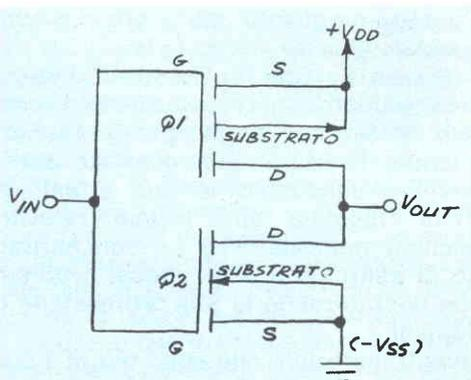

Fig. 1 - Porta CMOS basilare.
Perché i CMOS richiedono una corrente tanto bassa? La risposta è insita nella struttura del circuito CMOS stesso. Nella *fig. 1* è rappresentata una porta basilare CMOS (un invertitore). Si noti che una coppia complementare di MOSFET comprende l'invertitore (sebbene altri elementi logici CMOS siano più complessi, tutti usano MOSFET complementari; nella descrizione che segue sono esposte le caratteristiche essenziali della famiglia logica CMOS). Un MOSFET di esaltazione è normalmente all'interdizione presentando un'alta resistenza tra il collettore (D) e l'emettitore (S). Per portarlo in conduzione si deve applicare una tensione sufficientemente alta tra la base e l'emettitore.
Nel circuito della *fig. 1*, Q1 è un MOSFET a canale *p* e Q2 è un dispositivo a canale *n*; i due formano un circuito in serie tra  $V_{DD}$  e massa. Se  $V_{IN}$  è bassa, il MOSFET a canale *p* è in conduzione e il MOSFET a ca-